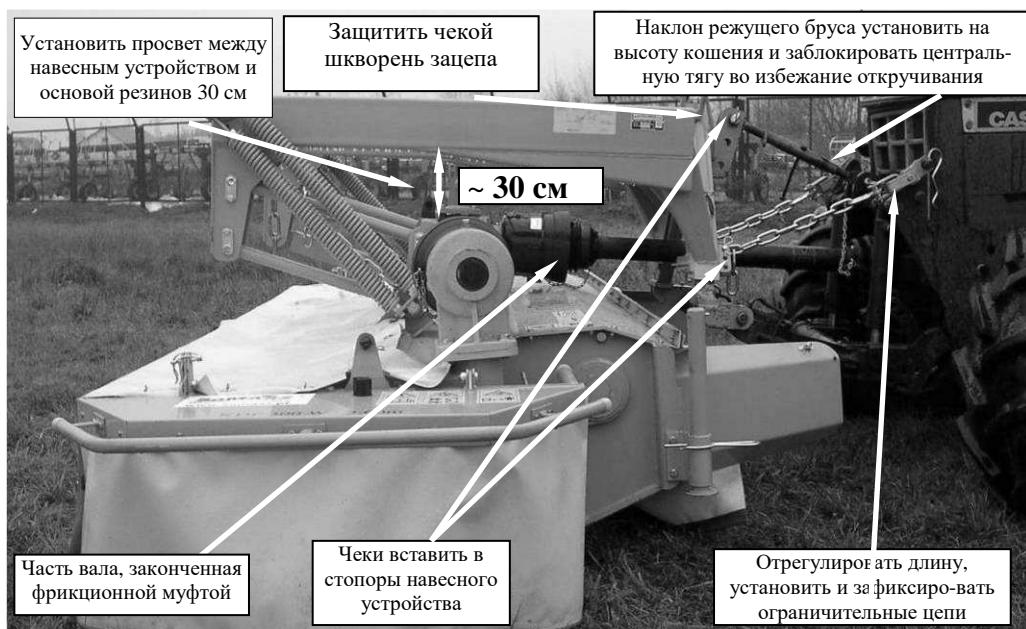
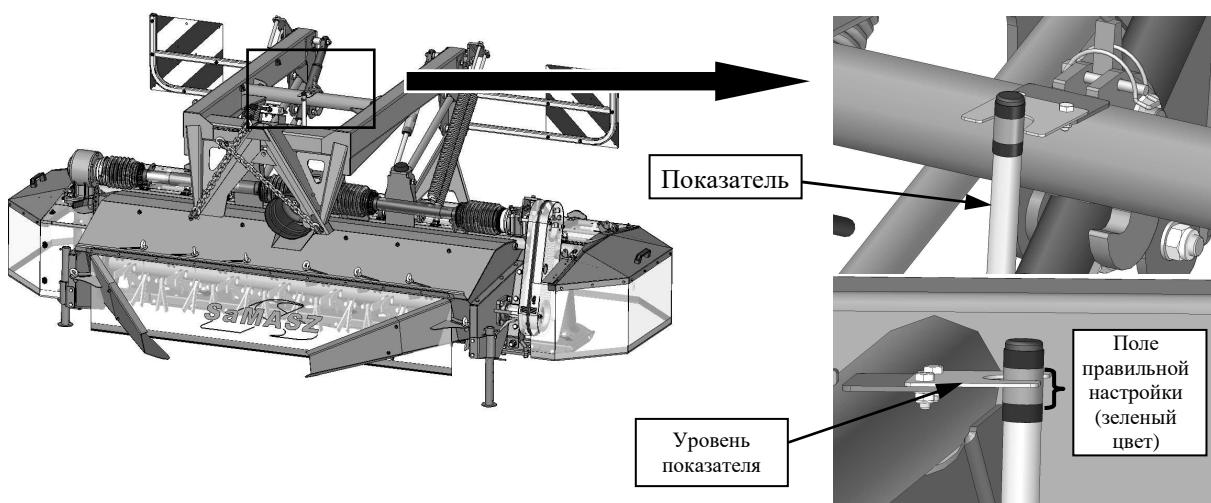

Рис. 10. Навешивание косилки на присоединительный треугольник II кл
Рис. 11. Правильная настройка просвета (около 30 см)
После монтажа зацепного треугольника на трехточечной системе подвески, следует подъехать перпендикулярно к косилке, установить верхней тягой зацепной треугольник параллельно к треугольнику машины (Рис. 10 поднять трехточечную систему подвески вверх, до момента когда косилка будет в воздухе, а треугольник дойдет до конца. Защитить зацепной треугольник шкворнем и перевести шкворень пружинистой чекой. В конце отрегулировать длину цепей (п. 5.3).
Агрегированную на тракторе косилку следует поднять тягами, а затем используя гидравлику косилки опустить ее на такую высоту, чтобы зеленое поле показателя находилось на высоте ватерпаса показателя (Рис. 11). При такой установке просвета между рамой подвески и основой резинового бампера будет составлять около 30 см (Рис. 10).
- приподнимите косилку на навесном устройстве трактора так, чтобы расстояние между навесным устройством и основой резинового бампера составляло около 30 см (**Рис. 10**),
- проверьте расстояние между навесным устройством и основой резинового бампера. Если оно неправильное, надо его отрегулировать, используя для этой цели регулировочное отверстие цепи треугольника косилки (**Рис. 10**).